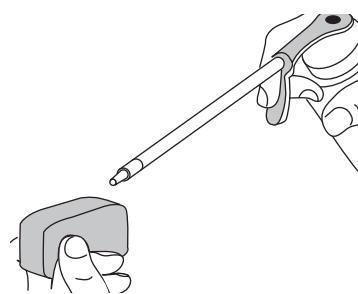

Fig. 26
4. Aplique suficiente aceite limpido de motor SAE 30 para recubrir ligeramente el filtro (Fig. 26).